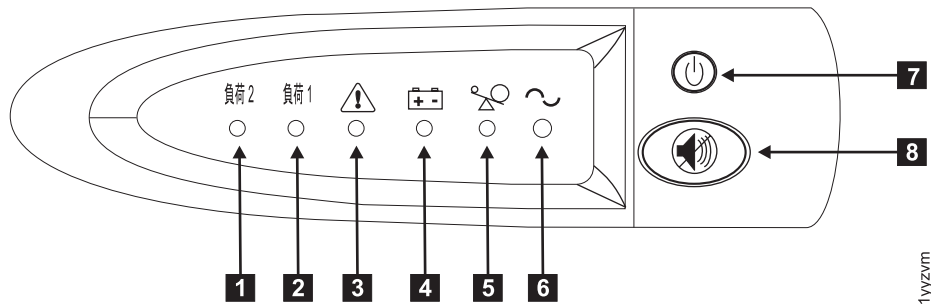

図 274. 2145-1U 無停電電源装置 のフロント・パネル・アセンブリ
12. 2145-1U 無停電電源装置 の電源をオンにするには、オン/オフ・ボタン (698 ページの図 274の **2**) を押したままの状態にします。2145-1U 無停電電源装置 の一部のバージョンでは、オン/オフ・ボタンを押すために、ねじ回しのような先の尖った道具が必要な場合があります。2145-1U 無停電電源装置 は自己診断テストを行います。これには約 5 秒かかります。その後で、電源オン・インディケータ **1** と負荷インディケータ (**7** および **8**) が恒常的に点灯し、2145-1U 無停電電源装置 が SAN ボリューム・コントローラーに電源を供